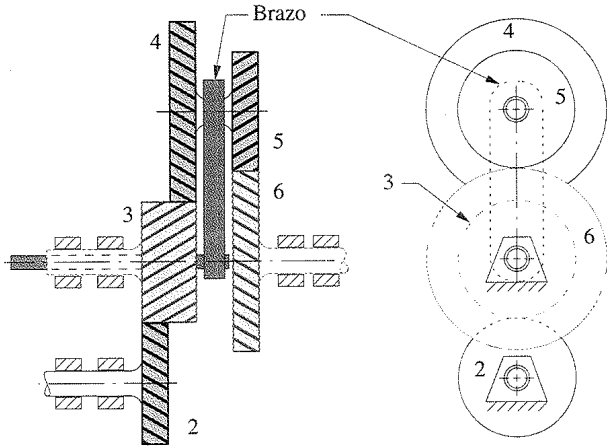

FIGURA P9-2 Tren de engranes planetarios compuesto del problema 9-26
- *†9-26 La figura P9-2 muestra un tren de engranes planetarios del tipo compuesto (no a escala). La tabla P9-2 contiene datos de número de dientes y velocidades de entrada. Para la fila o filas asignadas, encuentre la variable representada por un signo de interrogación.